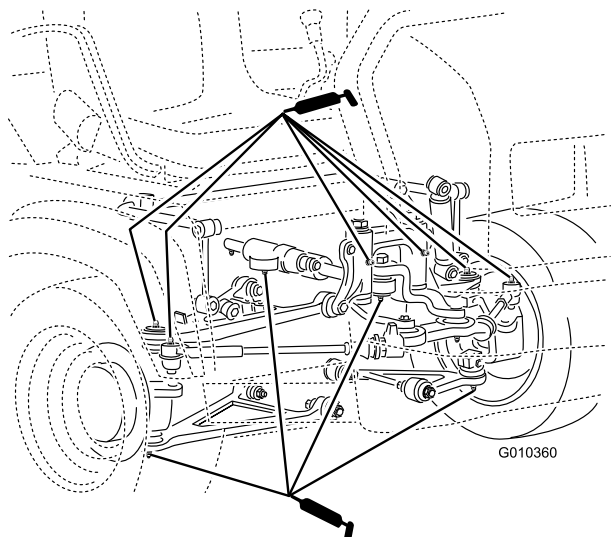

Figura 46
- **Giunti sferici (4);** fate riferimento alla Figura 46
- **Supporti a perno (2);** fate riferimento alla Figura 46
- **Cilindro dello sterzo (2);** fate riferimento alla Figura 46
- **Tiranti (2);** fate riferimento alla Figura 46